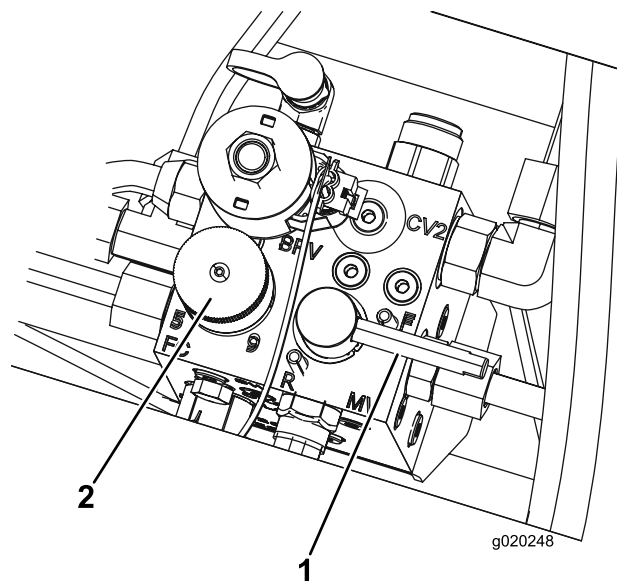

Bild 83
5. Stellen Sie das Bedienelement für die Spindeldrehzahl auf die Stellung 1 (Bild 83).
6. Drehen Sie den Läpphebel in die R-Stellung (Bild 83).